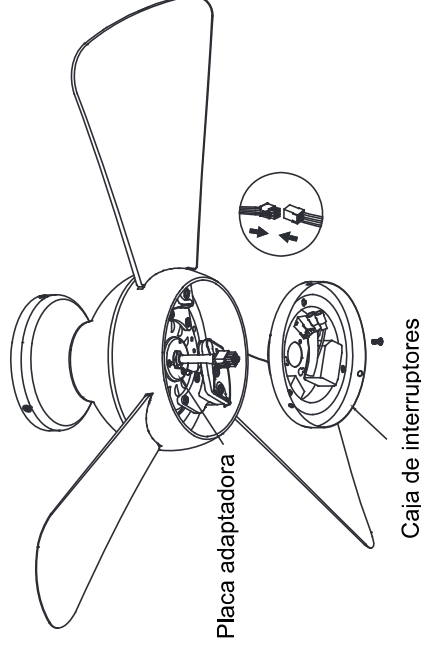

Fig. 13
Paso 3. Retire uno de los tres tornillos de la placa adaptadora en la base del ensamblaje del motor y guarde el tornillo para uso posterior. Afloje levemente los otros dos tornillos. Coloque el conector del motor a través del orificio central de la caja de interruptores. Acople el conector de 9 pines de la caja de interruptores al conector del motor. Los dos conectores tienen bocallaves que deben hacerse corresponder de manera adecuada antes de poder engancharse. Rote las muescas en forma de bocallaves de la caja de interruptores en sentido horario para acoplar ambos tornillos flojos. Vuelva a colocar el tornillo previamente retirado. Asegure la caja de interruptores a la placa adaptadora ajustando los tres tornillos (**Fig. 13**).